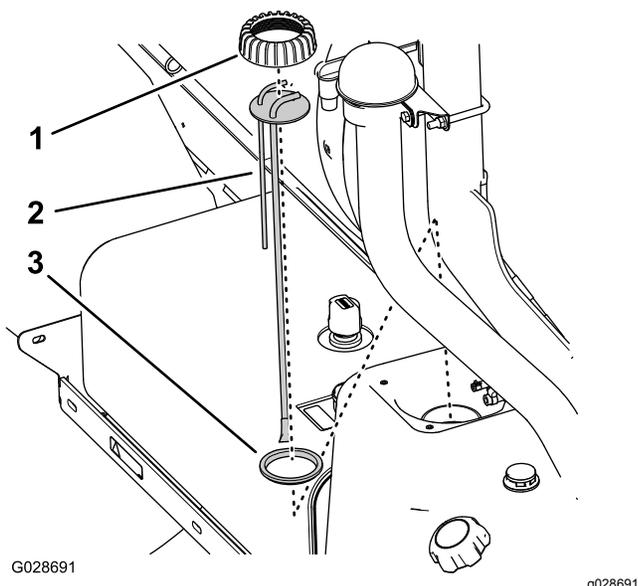

Figura 58
5. Ruotate il tappo del raccordo tubo in senso antiorario e rimuovetelo (Figura 58).
6. Sollevate il gruppo raccordo tubo dal serbatoio del carburante (Figura 58).
1. Montate il tappo del raccordo tubo sul raccordo tubo e quest'ultimo sulla guarnizione, come illustrato nella Figura 58.
2. Allineate il tappo, il raccordo tubo e la guarnizione al serbatoio e inserite con attenzione il nuovo gruppo raccordo tubo nel serbatoio del carburante (Figura 58).
3. Avvitate il tappo sul collo del serbatoio del carburante e serratelo manualmente (Figura 58).